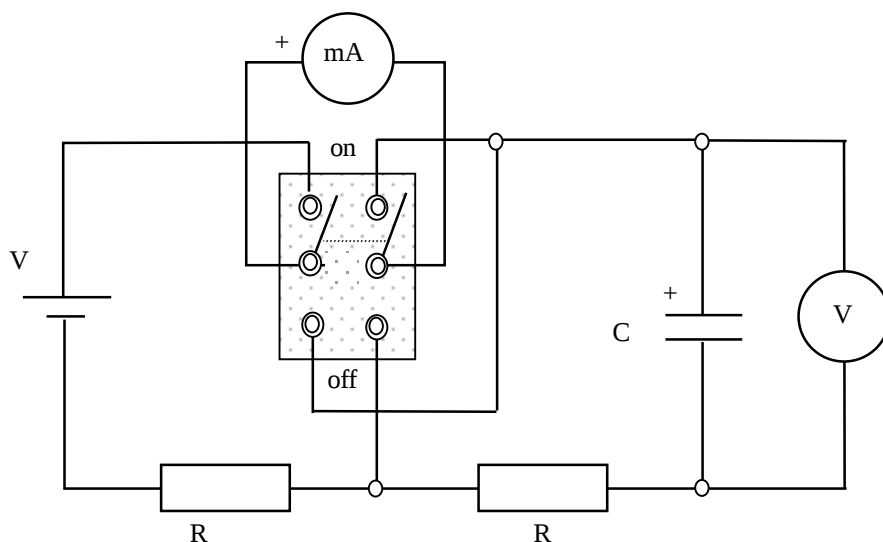

FIGURA 4.1. Circuito de carga de un condensador
1. Arme el circuito de la Figura 4.1.